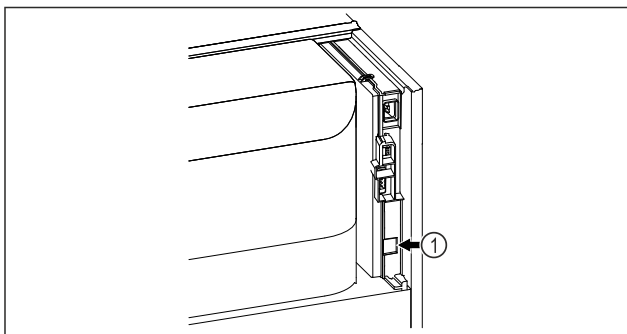

Fig. 134
- Założono SmartModule Fig. 134 (1).